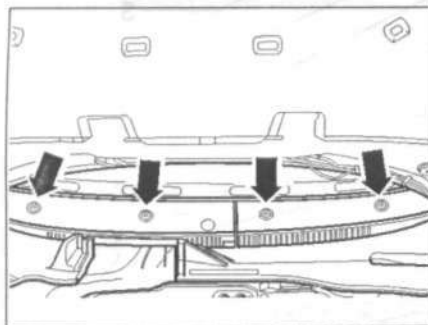

Рис. 12.13. Выкрутите пластиковые винты (стрелки) и снимите обе части решетки.
6. Выкрутите пластиковые винты (стрелки) и снимите обе части решетки (рис. 12.13).